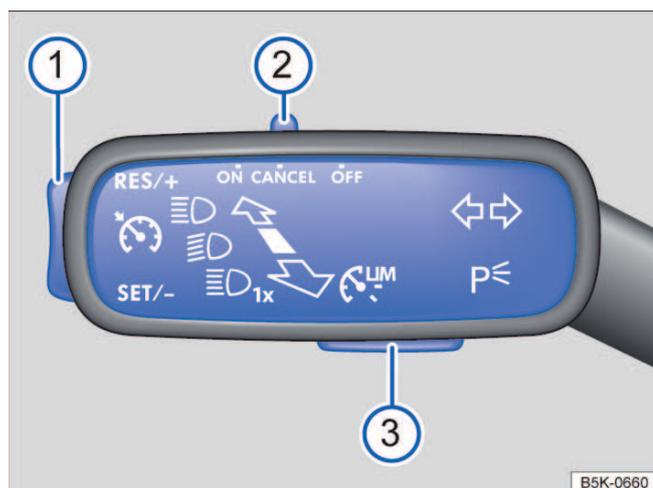

Fig. 99 À esquerda na coluna de direção: alavanca com interruptor e botões de comando do GRA.
- Colocar o interruptor → Fig. 99 (2) para a posição **ON** ou pressionar o botão (3).
A velocidade salva pode ser ajustada através do botão → Fig. 99 (1) enquanto o GRA está regulando:
Para alterar continuamente a velocidade salva, manter o botão → Fig. 99 (1) pressionado. O veículo ajusta a velocidade atual, acelerando ou desacelerando. O veículo não freia de modo ativo. ▶
- Colocar o interruptor → Fig. 99 ② para a posição **CANCEL** ou pisar no pedal do freio.
- Pressionar o botão → Fig. 99 ① na área **RES/+**.
- Colocar o interruptor → Fig. 99 ② para a posição **OFF**.